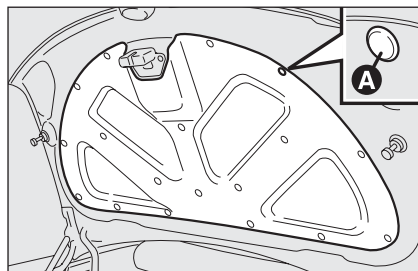

fig. 39
- ☐ aprire il bagagliaio, togliere i bottoni **A-fig. 39** e rimuovere il pannello **B**;